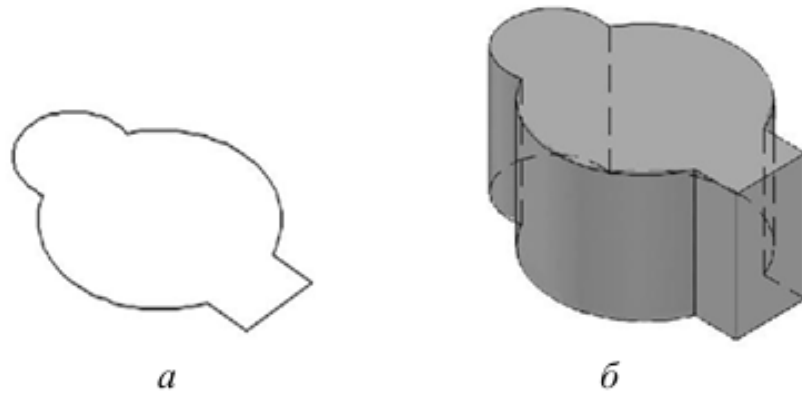

Рисунок 6.2. Створення моделі інструментом EXTRUDE: а – вихідний контур, б – отримане тіло
8. Змоделюйте місце перетину двох виробок (штреку та квершлягу), які сходяться під кутом 60° . Виконайте логічне об'єднання їхніх 3D-тіл в один суцільний об'єкт без внутрішніх стінок. Інструменти: UNION (Об'єднання) (рис. 6.2.), INTERSECT.